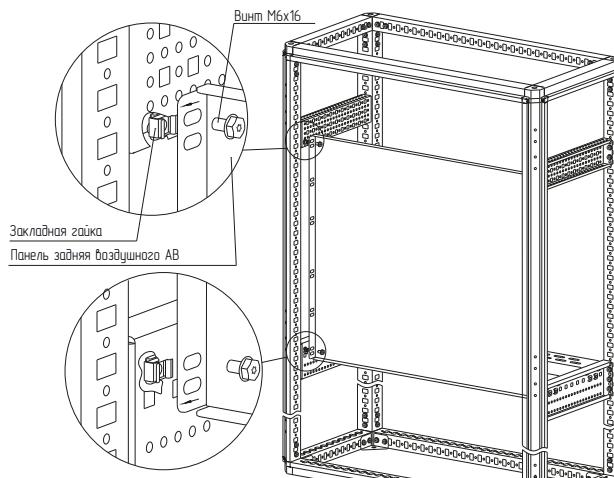

Рисунок 2
- вариант 2. Набором «закладная гайка M6 – винт M6×16 – шайба 6». Для этого предварительно установить закладные гайки в квадратные отверстия реек монтажных и закрепить панель заднюю воздушного АВ винтами M6×16 и шайбой 6 (рисунок 2). Момент затяжки – 7 Н·м. Набор крепежа приобрести отдельно.